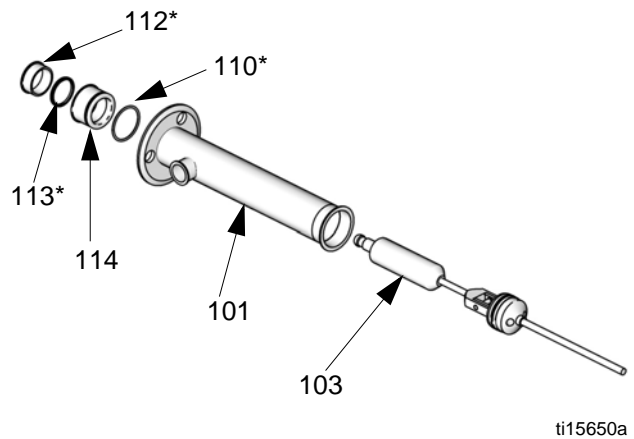

ABB. 3. Pleuelstange entfernen
4. Siehe ABB. 3. Die Pleuelstange (103) soweit wie möglich nach unten drücken und von unten aus dem Zylinder (101) herausziehen.
5. Lager (112), Packung (113), Packungsgehäuse (114) und O-Ring (110) entfernen.